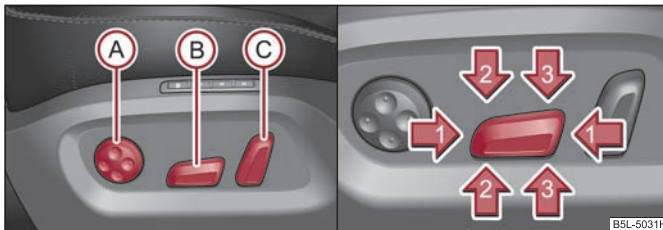

Fig. 56 Imagine din lateral: Elementele de comandă pentru reglarea scaunului / comutatorul pentru reglarea scaunului
- Apăsați comutatorul (B) ⇒ fig. 56 în față, respectiv în spate (1) ⇒ fig. 56.
- Apăsați comutatorul (B) ⇒ fig. 56 în sus, respectiv în jos.
- Apăsați comutatorul (B) în față (2) ⇒ fig. 56, respectiv în spate (3) ⇒ fig. 56.
- Apăsați comutatorul (C) ⇒ fig. 56 în sensul în care doriți să faceți reglajul.
- Pentru a mări arcuirea suportului lombar, apăsați comutatorul (A) ⇒ fig. 56 în față.
- Pentru a micșora arcuirea suportului lombar, apăsați comutatorul (A) în spate.
- Pentru a regla arcuirea suportului lombar în sus, apăsați comutatorul (A) în sus.
- Pentru a regla arcuirea suportului lombar în jos, apăsați comutatorul (A) în jos.